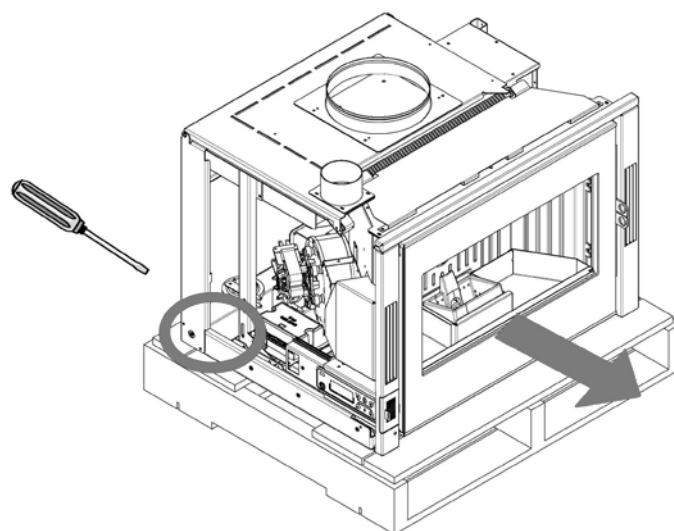

Fig. 1 - Usuwanie śrub
- Wykręcić śruby przymocowane u podstawy wkładu (patrz **Fig. 1**), następnie zdjąć go z palety.